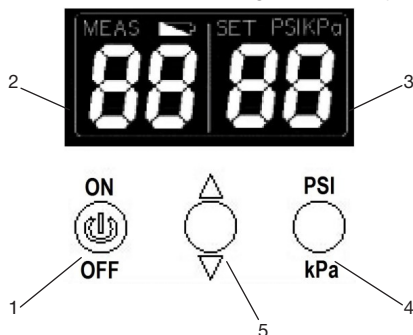

Рис. 5 Установка давления на насосе GP-80D
2. Установите зажимы кабеля питания на выводы аккумулятора. На модели GP-80 при правильном подключении к аккумулятору загорается индикатор 2 (Рис. 1). На модели GP-80D при правильном подключении к аккумулятору загорается информационный дисплей (Рис. 5).
- Нажатием на кнопку 5 вверх или вниз установите требуемое давление. Установленное давление отображается на правой стороне 3 информационного дисплея (Рис. 5). Установка давления возможна в кПа и psi. Переключение между данными единицами измерения осуществляется нажатием на кнопку 4 (Рис. 5). Если в руководстве по эксплуатации Вашей лодки требуемое давление указано в других величинах, для правильной установки требуемого давления эти величины нужно перевести в кПа или psi.
5. Во время работы модели GP-80D на левой стороне 2 информационного дисплея отображается давление в напорной магистрали и, если аккумулятор разряжен, индикатор низкого напряжения аккумулятора (Рис. 5).
3. Установите зажимы кабеля питания на выводы аккумулятора. На модели GP-80 при правильном подключении к аккумулятору загорается индикатор 2 (Рис. 1). На модели GP-80D при правильном подключении к аккумулятору загорается информационный дисплей (Рис. 5).